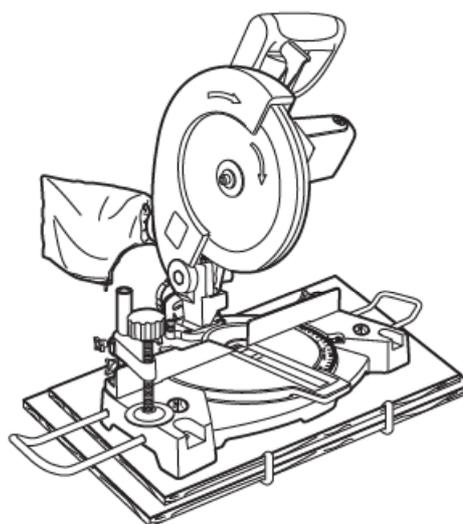

Fig. 7
- > Si vous le souhaitez, vous pouvez également monter l'appareil sur une pièce de contre-plaqué (d'au moins 13 mm d'épaisseur) que vous pourrez ensuite fixer au plan de travail, puis démonter et déplacer vers un autre site de travail. (Fig. 7)